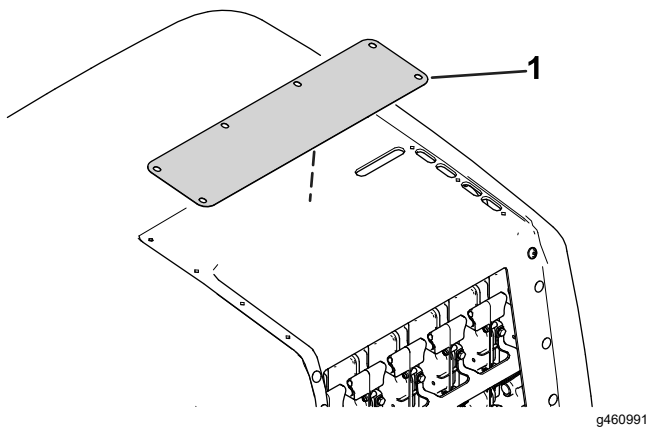

**Figura 23**
9. Retire los 12 tapones de plástico del capó como se muestra en la Figura 23.
- Guarde los 5 tapones indicados en la Figura 23
- Deseche los 7 tapones indicados en la Figura 23